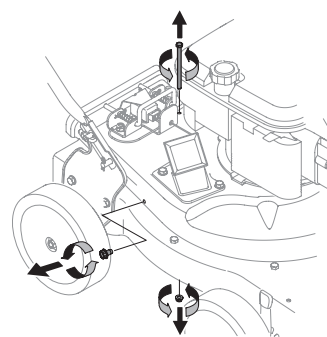

Figura 16
5. Saque el tornillo de cabeza hexagonal de la parte superior de la caja posterior cerca del soporte de montaje, y la tuerca de seguridad de la brida que une la pantalla de desgranado. Vea la Figura 16.